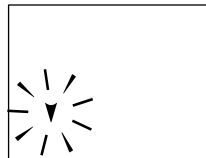

Рис.12
2. Нажмите кнопку «/»». На дисплее кратковременно отобразятся все символы. Далее замигает символ срабатывания «» и прибор выпустит остатки воздуха из манжеты (рис.12).